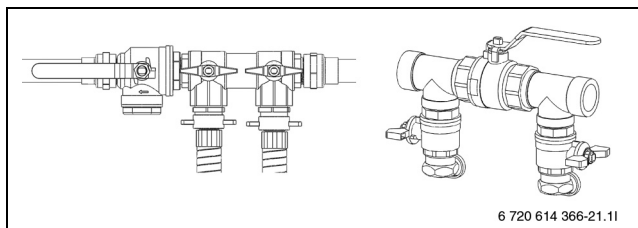

Bild 27 Påfyllnadssatser i normalläge
- Vrid ventilerna på påfyllnadssatsen till normalläge (→ Bild 27) och stäng av pumpen på påfyllnadsstationen.